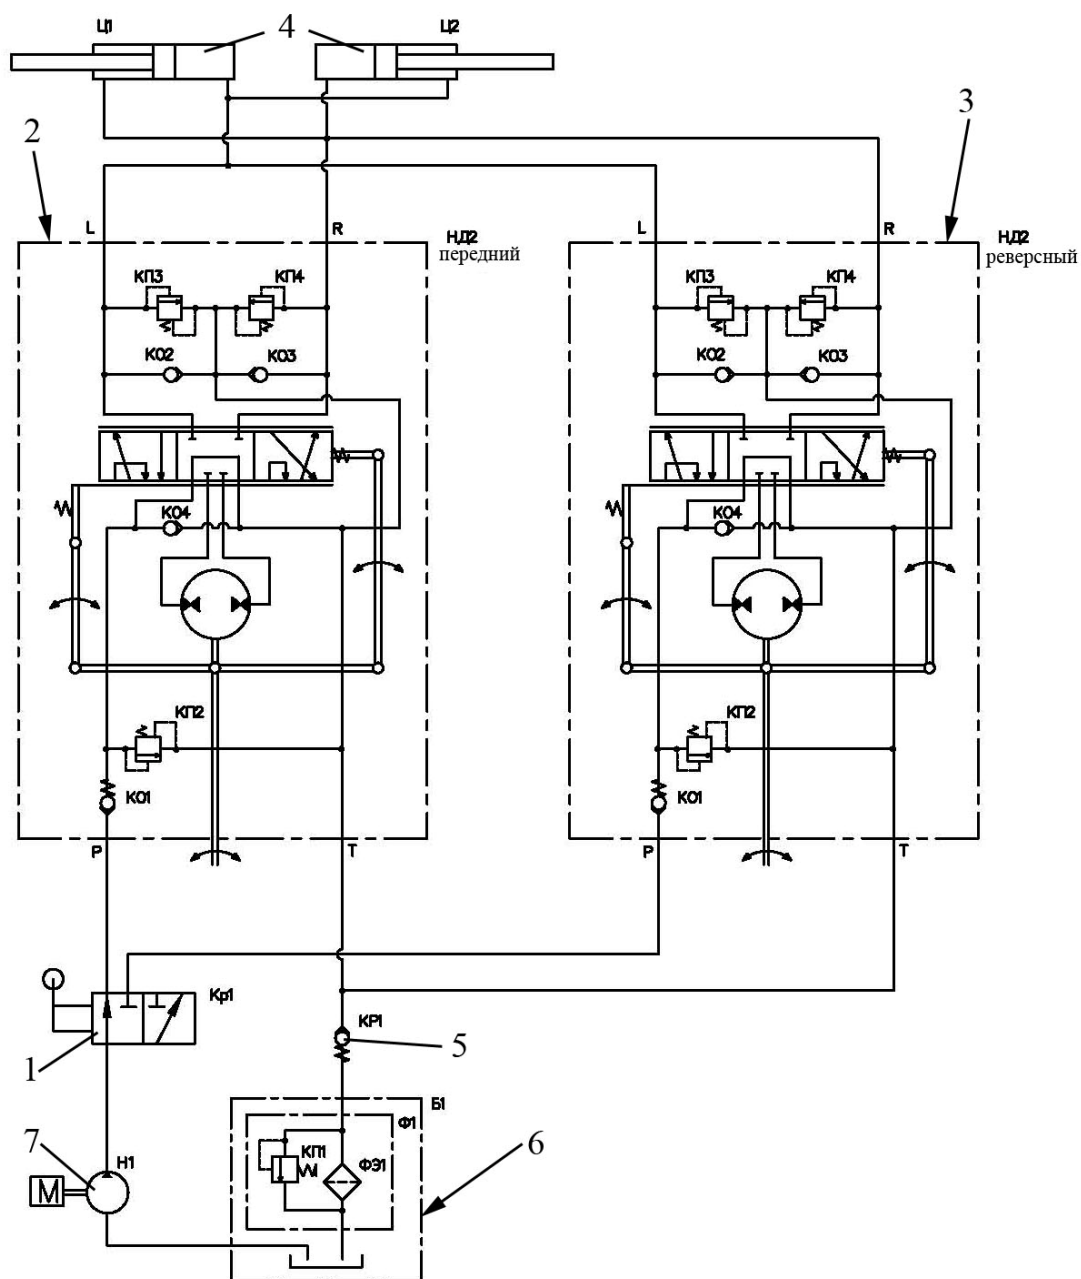

Рис. 5.10-1 Схема гидравлическая принципиальная ГОРУ:
На тракторах Беларус-2522В/2522ДВ/2822ДЦ/3022В/3022ДВ (с зав.№ 316) в гидро-системе рулевого управления (ГОРУ) установлен кран реверса (1) (рис. 5.10-1) для обеспечения управлением трактором как при движении передним ходом, так и при реверсивном движении.
До запуска двигателя необходимо убедиться в установке рычага управления краном реверса (1) (рис. 5.10-1) в положение для необходимого направления движения трактора.
Насосы-дозаторы (2 и 3) (рис. 5.10-1) установлены на рулевых колонках, гидроцилиндры поворота (4) установлены на передний мост трактора, насос питания (7) – на дизеле. Насосы-дозаторы (2 и 3) соединены маслопроводами с полостями гидроцилиндров поворота, насосом питания и масляным баком (6). При прямолинейном движении полости цилиндра (4) заперты поясками золотника насоса-дозатора (2 или 3) и масло от насоса питания (7), поступая к насосу-дозатору (2 или 3), возвращается в масляный бак (6). При повороте рулевого колеса золотник насоса-дозатора (2 или 3) смещается, обеспечивая подачу масла в одну из полостей гидроцилиндра поворота (4) в количестве, пропорциональном углу поворота рулевого колеса. Масло из другой полости гидроцилиндра (4) возвращается через насос-дозатор (2 или 3) в масляный бак.